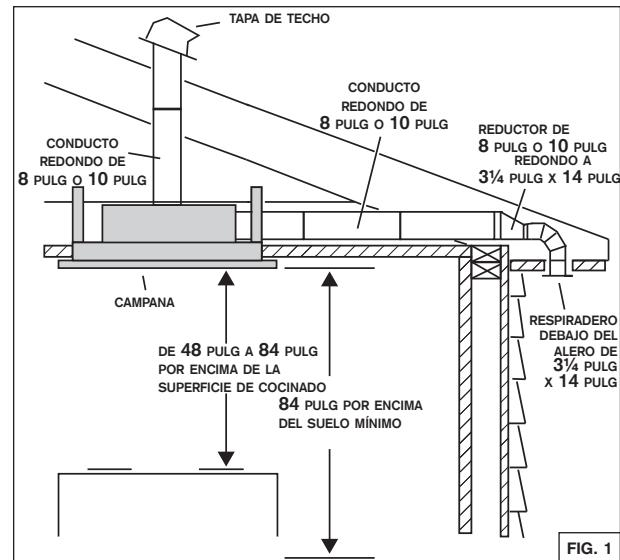

FIG. 1
1. Decidir dónde instalará el conducto entre el recubrimiento de la campana y el exterior (FIG. 1).